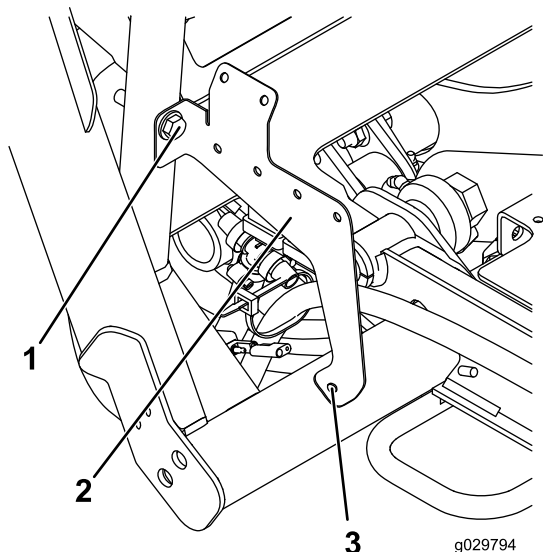

図 25
1. フレームにリレーブラケットを仮止めするボルト3/8 x 2 インチ、ワッシャ0.406 インチとナット3/8 インチを使用して図 25 のように取り付ける。
2. 図 25 に指示されている箇所にマークを入れる。